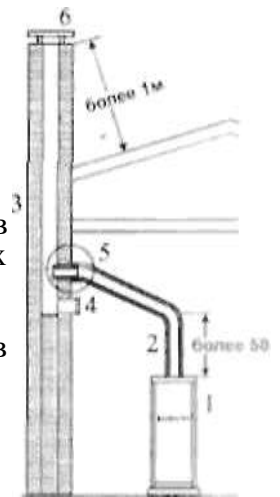

Рис. 28.1
#### 2. Дымоход здания. (Рис. 28.1.)
2.1. Дымоход здания должен обеспечивать отвод продуктов сгорания в полном объеме. Дымоход здания показан на рис. 28.1: